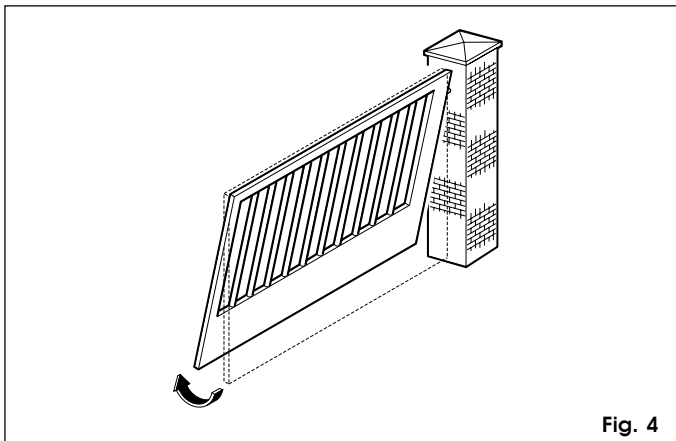

Fig. 4
- ruotare l'anta sull'asse della cerniera superiore (fig. 4).